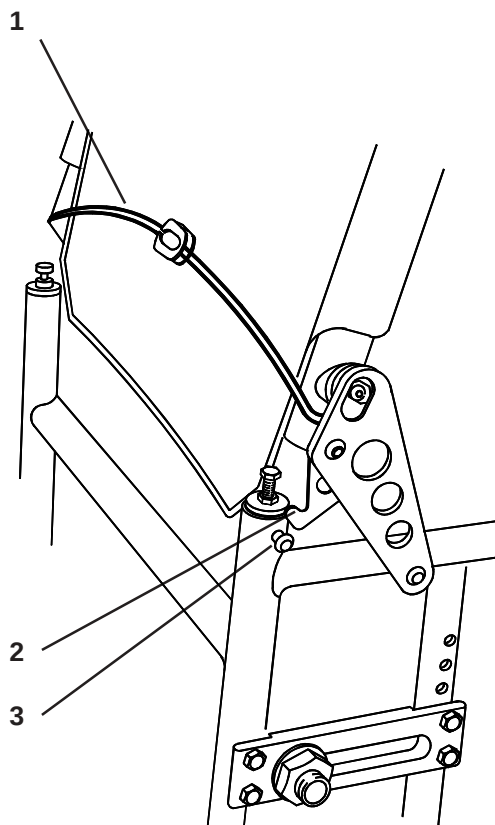

Fig. 18
Voor het vouwen van de rug (Fig. 18), trekt u het koord (1) omhoog, totdat de vergrendelhendels (2) ontgrendelen. Klap de rug neer in de gevouwen positie. Om de rug terug te plaatsen in de normale zit positie, trekt u de rug omhoog totdat de vergrendelhendels op de vergrendelpennen vergrendelen (3).